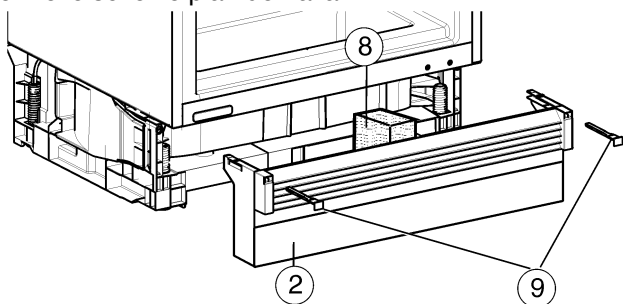

Fig. 13
- ▶ Installer la mousse isolante Fig. 13 (8) nécessaire au fonctionnement des flux d'air séparés.
- ▶ Remettre la plinthe Fig. 13 (2) en place.
- ▶ Avec une plinthe Fig. 13 (2) visible, la tirer le plus en avant possible de façon à ce que le bord avant, la grille d'aération et la plinthe du meuble forment un plan.
- ▶ Avec une plinthe Fig. 13 (2) dissimulée, la pousser complètement en arrière.
- ▶ Veiller à ce que les fentes d'aération soient complètement dégagées : Si nécessaire, réduire la hauteur de la plinthe du meuble (U) !
- ▷ Adapter la hauteur (V) sous la plinthe de l'appareil sur toute la largeur de la niche (W).
- ▶ Fixation du cache socle Fig. 13 (2) : enclencher le verrou Fig. 13 (9) tout en maintenant le cache socle.